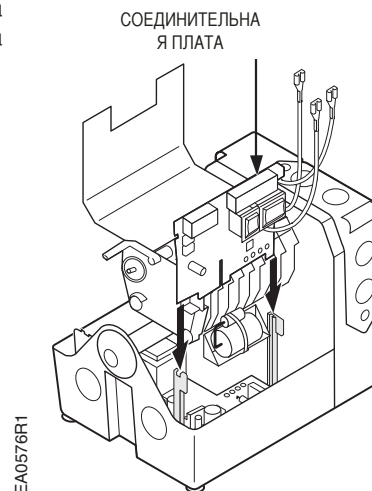

Рис. 21
7. Осторожно вставьте соединительную плату в пазы вертикальных держателей и двигайте вниз, пока она не защелкнется. Убедитесь, что 4 коричневых провода и плоский белый провод, которым подключаются платы расположены правильно и не мешают установить плату, не прилагая особых усилий и без зажимания проводов. См. Рис. 21.